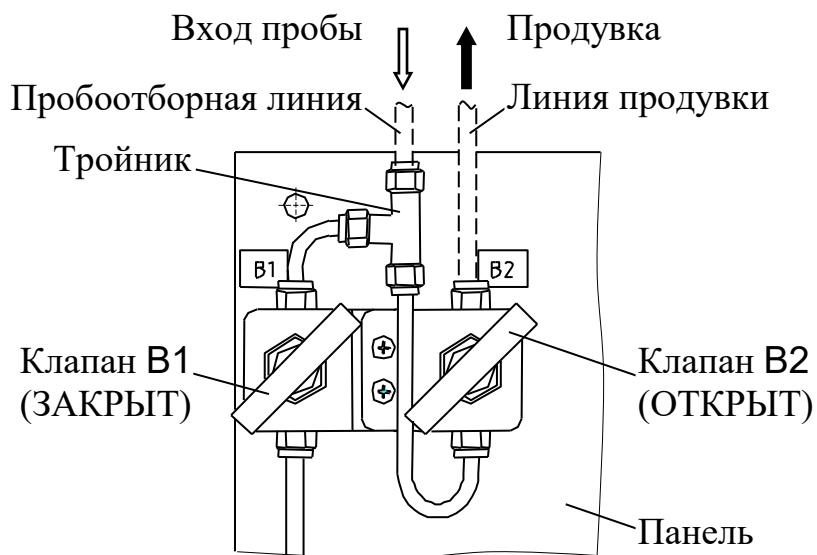

Рисунок 2.16 – Продувка пробоотборной линии
- убедиться, что клапан В1 закрыт (рисунок 2.16);